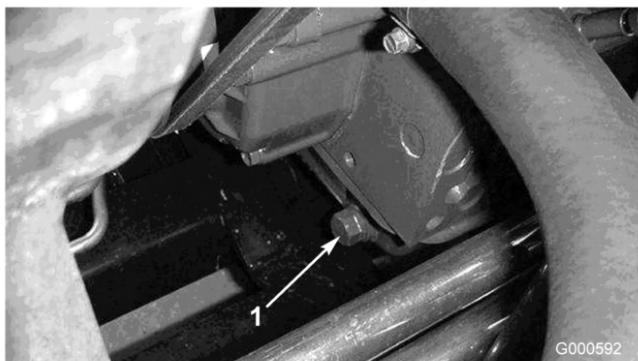

Figura 32
- Retire o tampão de escoamento traseiro (Figura 32) e deixe o óleo escorrer para um recipiente adequado. Quando o óleo parar, volte a montar o tampão de escoamento.